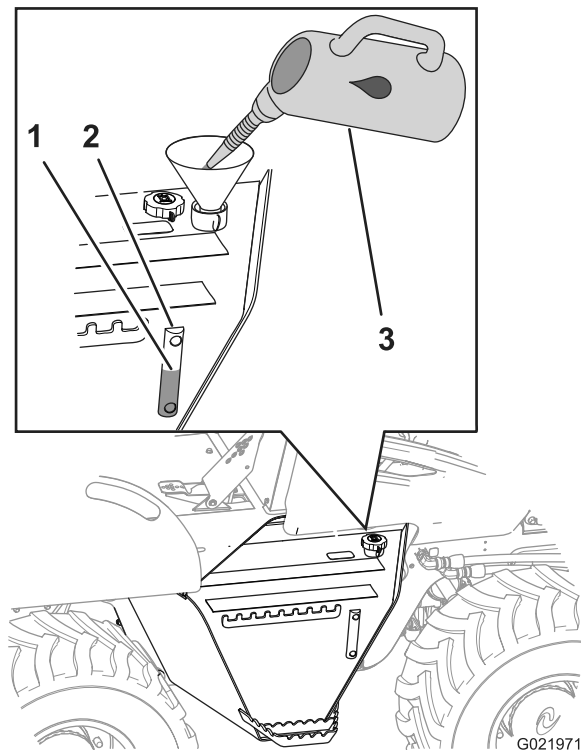

Figura 23
3. Verifique o nível de fluido hidráulico no visor de nível na lateral do reservatório hidráulico (Figura 23).
4. Se o nível do fluido hidráulico estiver abaixo da marca Min (Add), remova a tampa de enchimento/respiro (Figura 23), complete o nível até a marca Max (Full) com o fluido hidráulico especificado, e instale a tampa de enchimento/respiro.